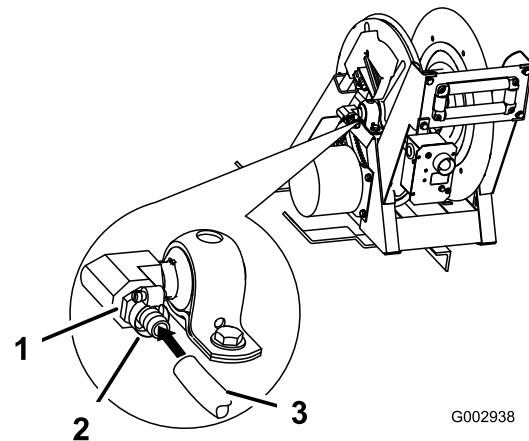

Figura 44
21. Avvolgete del nastro di Teflon in senso antiorario attorno ai filetti del raccordo dentellato (3/4 poll.) e montatelo nell'orifizio di entrata sul fianco dell'avvolgitubo (Figura 44).